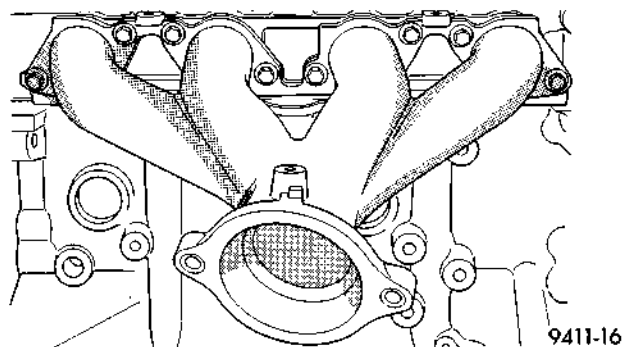

Fig. 29 Tubo múltiple de escape
- (4) Retire del tubo múltiple el tubo de escape.
- (5) Retire los 8 dispositivos de fijación del tubo múltiple de escape y retire después dicho tubo (Fig. 29).